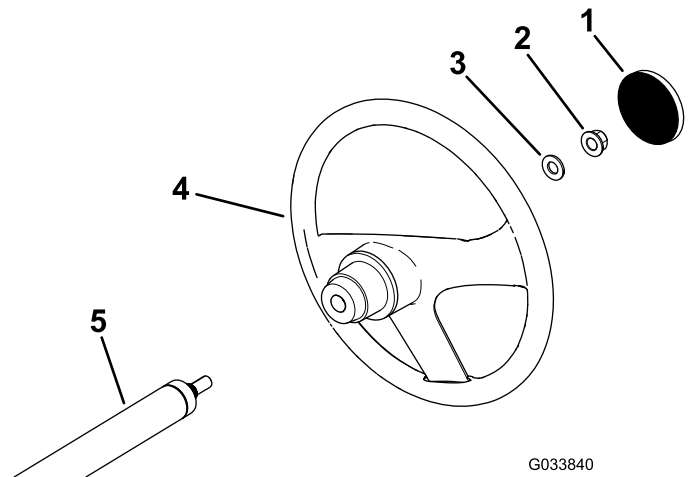

Figura 3
- În cazul în care capacul este instalat, îndepărtați-l de pe butucul volanului (Figura 3).
- Îndepărtați contrapiulia (1/2") de pe arborele de direcție (Figura 3).
- Glisați volanul i aiba (1/2") pe arborele de direcție (Figura 3).
- Montați capacul pe volan (Figura 3).